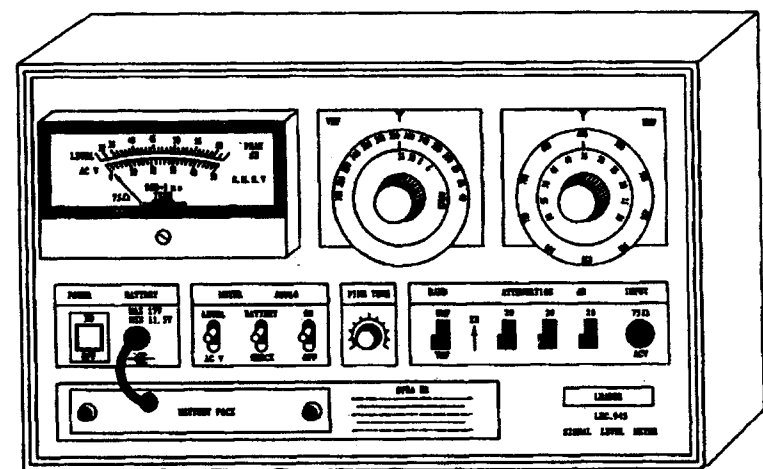

图 1-5 945 场强仪控制面板
以 945 场强仪为例,该仪器体积小、重量轻,携带方便。其控制面板见图 1-5。使用前应做好以下准备:①使表针指向零点。②仪器左下部为电池盒,内装 9 节 5 号电池,面板有一直流电源引线插头,如果使用仪器内部的直流电源可将插头插入 BATTER 插口,如果使用交流 220V 电源可配用 11.5~17V 直流稳压器,并将其插入上述插口,在使用直流稳压器时要注意插口的芯线为负极,切勿接反。③开启电源开关(Power),将开关(BATTERY)拨至下部,表针指示应在粗黑线区,表示电压正常,然后将此开关拨至上部,再进行测量。